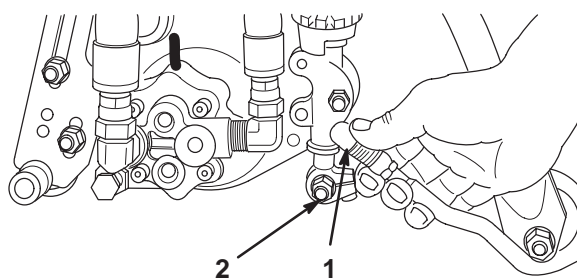

Figure 10
5. Repoussez la gaine sur la rotule et tournez le bras de traction vers le bas pour que la boîte s'adapte sur la rotule. Relâchez la gaine pour qu'elle vienne recouvrir le goujon, ce qui solidarise les ensembles (Fig. 10).